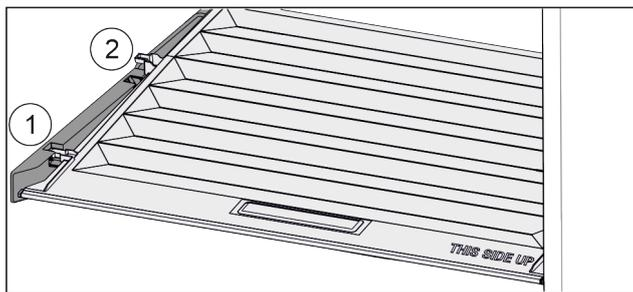

Fig. 43
▶ Поднять крышку до отсоединения поддерживающих деталей вперед Fig. 43 (1).
- ▶ Поднять сзади снизу и извлечь Fig. 43 (2) движением вверх.